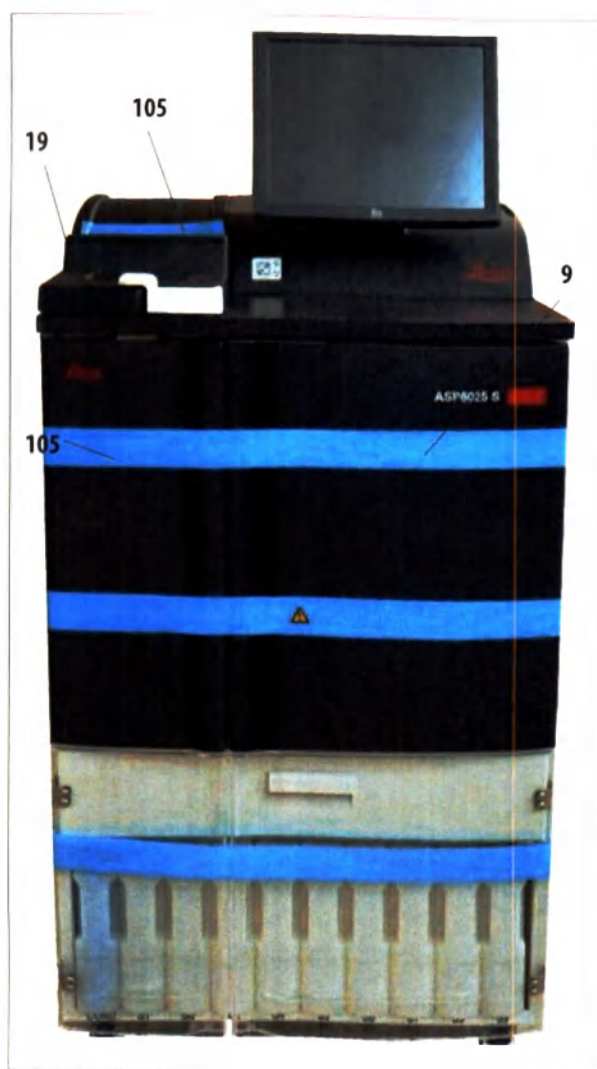

Рис. 17
- Снимите липкую ленту (105) с крышки реторты (19) (рис. 17).